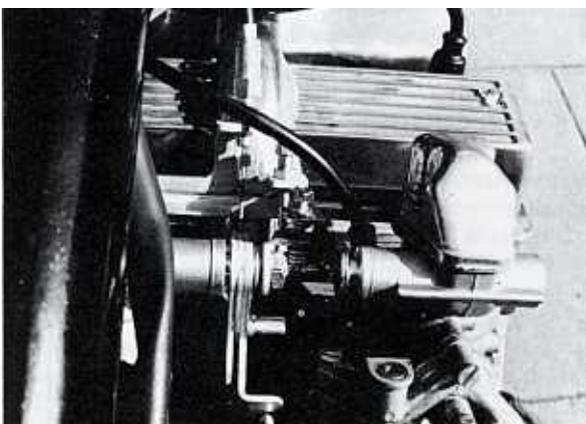

Bild 167
- Der Kraftstofftank muss nicht ausgebaut werden. Den Motor in Gang setzen und gut warmlaufen lassen, aber nicht überhitzen. Den Motor abstellen, die Vakuumausgleichsleitungen abziehen und drei Vakuummanometer an den Ansaugstutzen anschliessen. Die drei Gemischregulierschrauben ohne Gewalt ganz einschrauben und um eine Umdrehung ausschrauben. Den Motor in Gang setzen und die Drehzahl mit Hilfe der langen Einstellschraube zwischen dem mittleren und rechten Vergaser auf 2000 U/min einstellen (Bild 167).